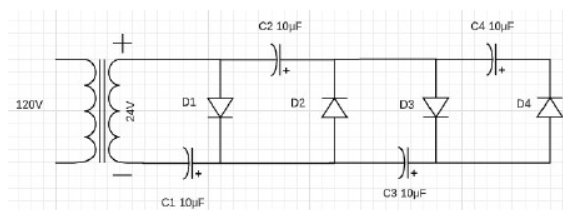

Figura 2. Circuito multiplicador de voltaje.
3. Para el multiplicador de voltaje se realizará el circuito de la figura 2, donde se utilizarán cuatro diodos rectificadores 1N4002, cuatro capacitores de $10\mu\text{F}$ y un transformador, para introducir un voltaje de 24V al circuito.